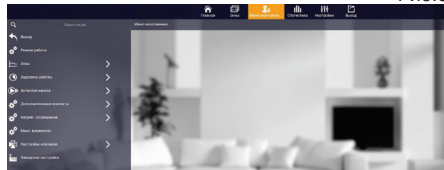

Рис.9
8.1.3. Меню монтажника (рис.9).